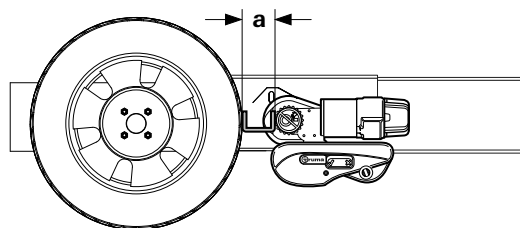

Fig. 37
- En déplaçant les unités d'entraînement dans le sens longitudinal, régler la distance correcte entre le pneu et le rouleau d'entraînement à l'aide de la tôle de distance fournie (Fig. 37-a). Le tuyau de raccordement mobile permet l'adaptation à la largeur du châssis. Le poids de la caravane doit alors reposer sur les roues.